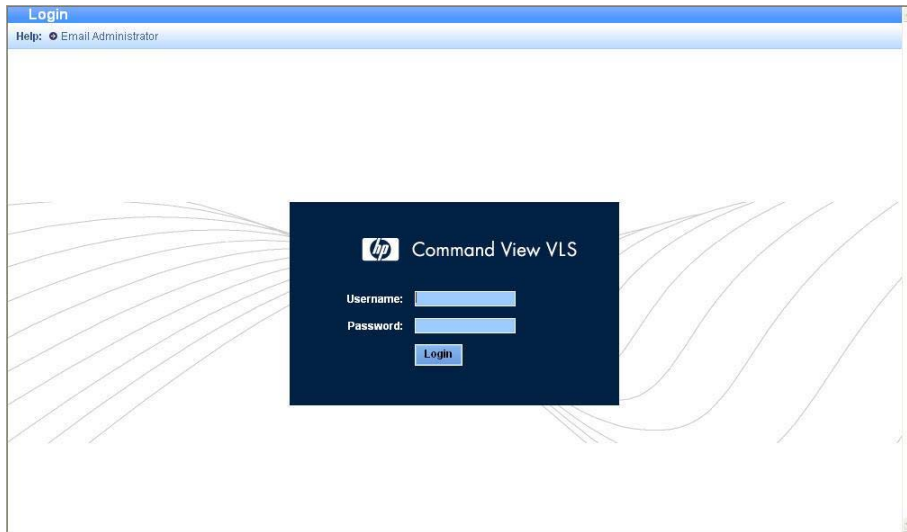

Figura 16 Ventana de inicio de sesión de Command View VLS
4. Escriba `administrator` o `user` en el cuadro Username (Nombre de usuario) (Figura 16). El nombre de usuario distingue entre mayúsculas y minúsculas.
5. Escriba la contraseña en el cuadro Password (Contraseña) correspondiente al usuario especificado (Figura 16).